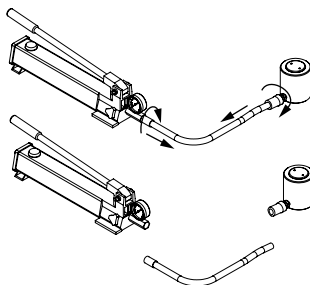

Fig. 28
5. Svitare i componenti idraulici, il tubo, il cilindro e la pompa e apporre i tappi antipolvere. (Fig. 28)